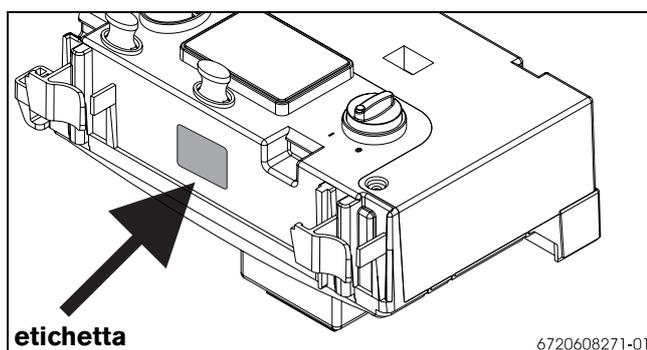

Fig. 12
4.1 Trasformazione gas per apparecchi con l'etichetta riportante il cod. HTKF 1 xxx presso il quadro comandi (Fig. 12)